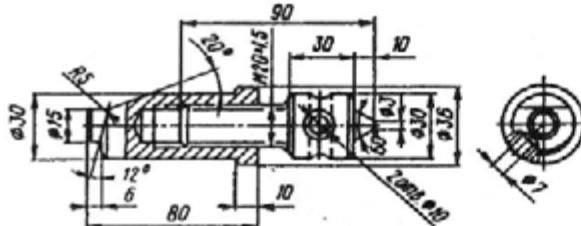
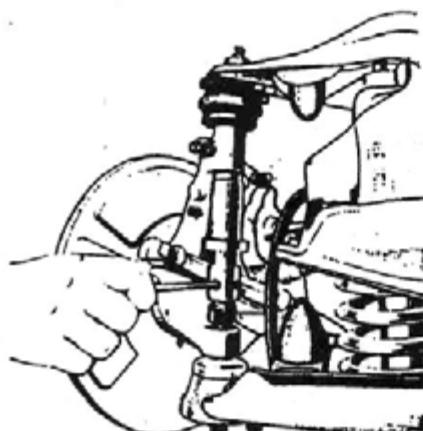

Рис. 180. Приспособление для выпрессовки пальца шаровой опоры
Рис. 181. Выпрессовка конуса пальца шаровой опоры
4. Установите приспособление (рис. 180) так, чтобы оно одним концом входило в отверстие верхней бобышки стойки, а другим — в центральное отверстие пальца шаровой опоры (рис. 181).